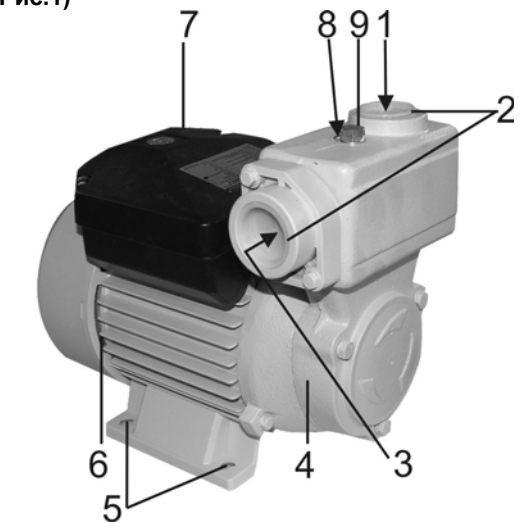

Рис.1
6. УСТРОЙСТВО НАСОСА (Рис.1)
7.4. Извлечь заглушки 2 (Рис.1)
7.5. В отверстия нагнетательного и всасывающего патрубка 1 и 3 (Рис.1), соответственно, установить штуцера или другие соединительные элементы трубопроводной системы (не комплектуются), обеспечив герметичность соединения.
- Через заливное отверстие 8 (Рис.1) заполнить насос водой. Для этого необходимо открутить болт 9 (Рис.1).
- После заполнения насоса водой, герметично закрутить болт 9 (Рис.1).
- Исключить попадание воды на двигатель 6 и на клеммную коробку 7 (Рис.1).